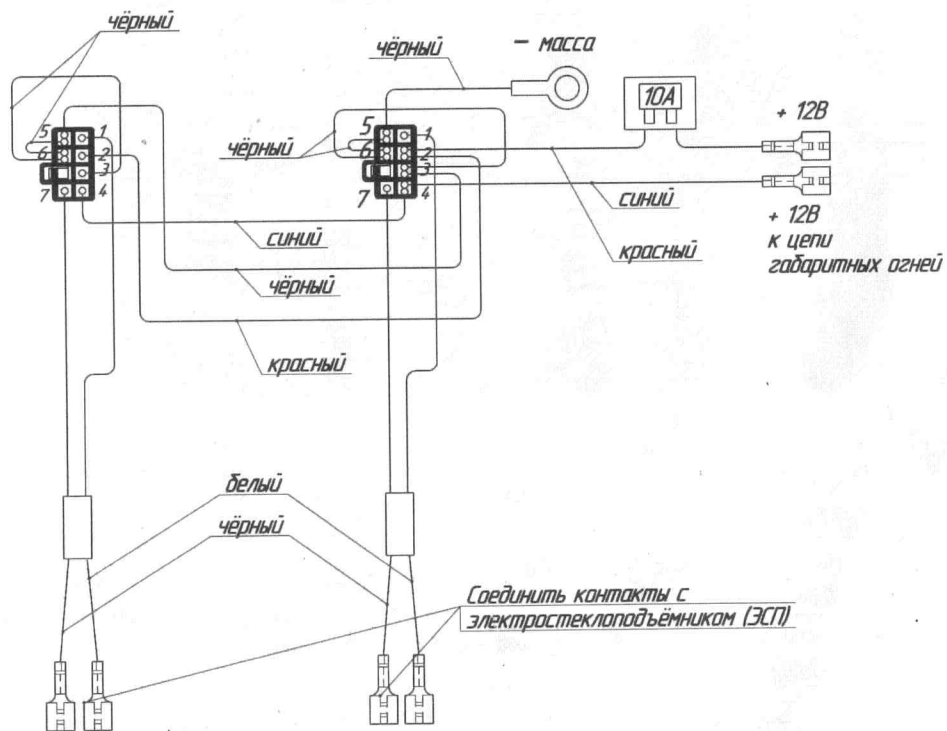

Рис. 3. Схема подключения электростеклоподъемников к бортовой сети автомобиля.
- 6.6. Выбрать место установки переключателей, разметить и вырезать под них проемы по переходной рамке. Протянуть двухжильный провод по салону от места расположения переключателей до дверей, затем через стойки в полости дверей. Контакты на другом конце провода соединить с электродвигателем ЭСП (см. рис. 3). При необходимости изменения размеров жгута использовать провода с сечением не менее 0,75 кв. мм.
- 6.8. Выполнить соединения проводов питания и подсветки в соответствии со схемой подключения ЭСП (см. рис. 3).